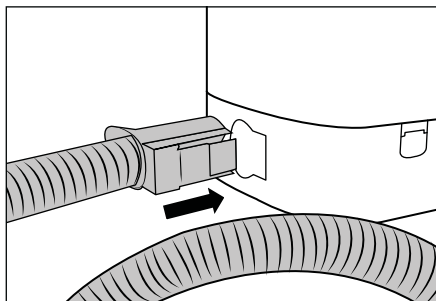

Fig. 2
- ◆ Conecte el tubo de rociado/aspiración 19 en la conexión del tubo de rociado/aspiración 17 del aparato hasta que el botón de desenganche 21 encastre (consulte la fig. 2).